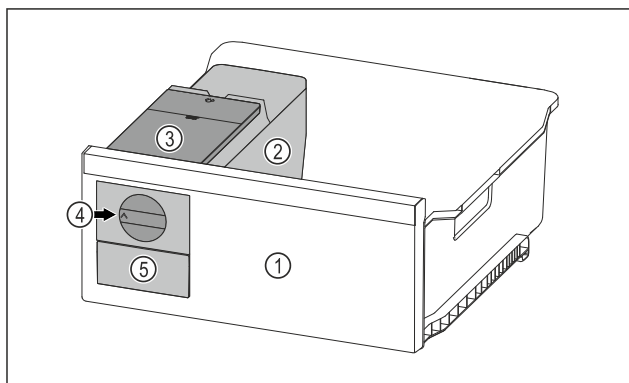

Fig. 41 Beispielhafte Darstellung
- ▶ Drehknopf Fig. 41 (4) im Uhrzeigersinn bis zum Anschlag drehen.
- ▷ Eiswürfel fallen aus der Eiswürfelschale in das Eiswürfelschubfach Fig. 41 (5).